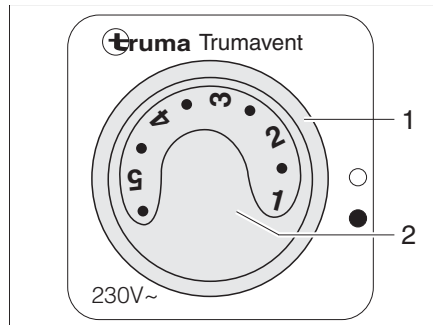

Fig. 109 Interruttore di comando per la ventola di ricircolo dell'aria (230 V)
- Portare l'interruttore girevole (Fig. 109,1) in posizione "●".
- Impostare con la manopola (Fig. 109,2) la prestazione desiderata della ventola di ricircolo dell'aria.
- Portare l'interruttore girevole (Fig. 109,1) in posizione "○".